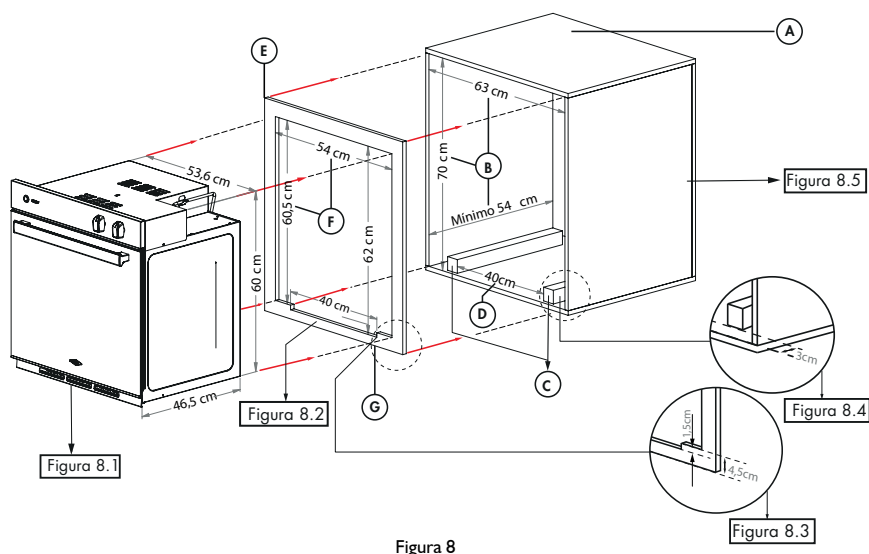

Figura 8
1. Tenga en cuenta las medidas de la figura 7 (Horno L50) y figura 8 (Horno L60) para la construcción de la cavidad del horno.